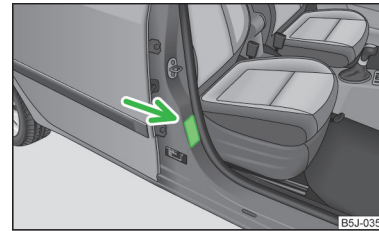

Abb. 13
- An der B-Säule auf der Beifahrerseite » Abb. 13. Der Aufkleber ist nach dem Öffnen der Beifahrertür sichtbar.